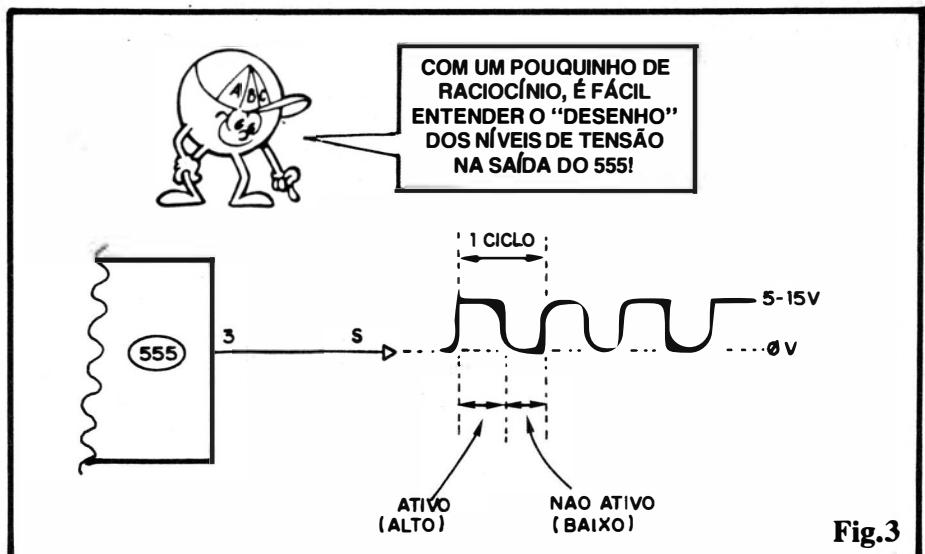

Fig.3
**- FIG. 3 - A MANIFESTAÇÃO NA SAÍDA DO ASTÁVEL** - O diagrama "explica", claramente, os estados presentes na Saída do ASTÁVEL com 555 durante a oscilação, mostrando "o que é" UM CICLO, e a sua "divisão" entre um semi-ciclo ATIVO ou "alto" e um semi-ciclo NÃO ATIVO ou "baixo"... Observem que os extremos de Tensão correspondentes a tais estados, normalmente situam-se em "zero" volt para o nível "baixo" e a própria Tensão de alimentação para o nível "alto"... NÃO ocorrem níveis "intermediários", já que a forma de onda é absolutamente "quadrada" ou "retangular", sem "rampas" de subida ou descida da "voltagem" em formas